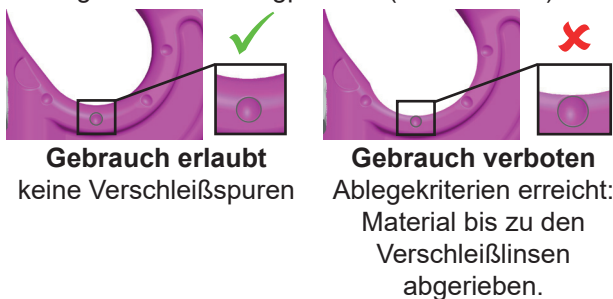

Abb. 2: Verschleißlinsen
- Kontrollieren Sie sorgfältig die Verschleißmarkierungen des Anschlagpunktes (siehe Abb. 2):